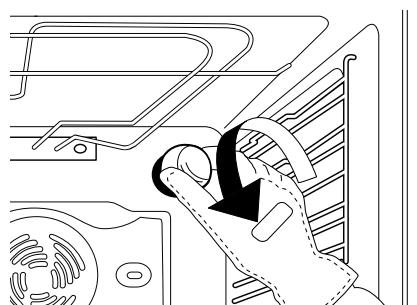

Abb. 5
- Schrauben Sie die Lampenabdeckung ab (Abb. 5). Wechseln Sie die
- Die in diesem Gerät verwendete Lampe ist speziell für elektrische Geräte ausgelegt und nicht geeignet für die Beleuchtung von Räumen eines Haushalts (EU-Regelung (EC) Nr. 244/2009).